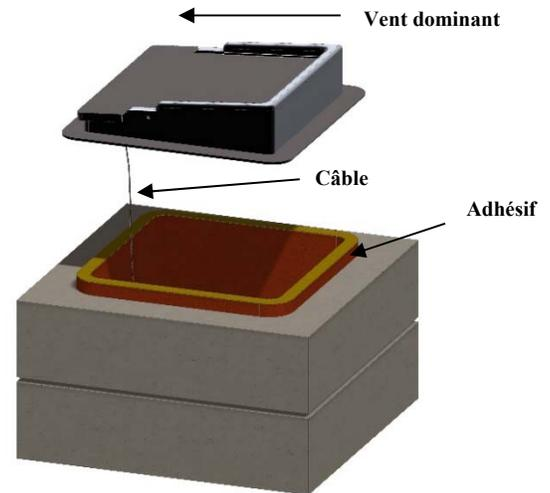

Figure 26. Installer le volet de montage supérieur
A. Si vous installez un registre avec ce modèle de foyer Stone Age, utilisez un registre à montage supérieur et suivez les instructions fournies avec le registre. Orientez correctement le côté le plus haut du clapet en fonction des vents dominants de votre région. Voir la Figure 26.